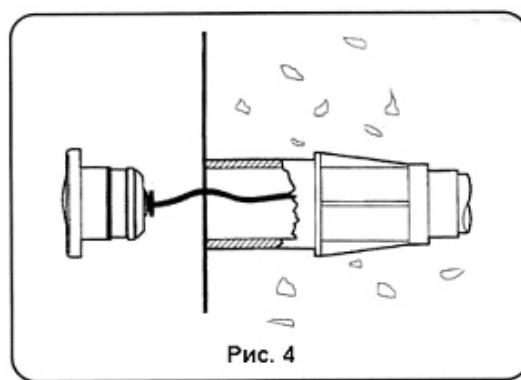

Рис. 4
3. Пропустите кабель светильника через кабельный канал (рис. 4). Оставьте кусок кабеля достаточной длины для того, чтобы можно было вытащить светильник на поверхность бассейна.